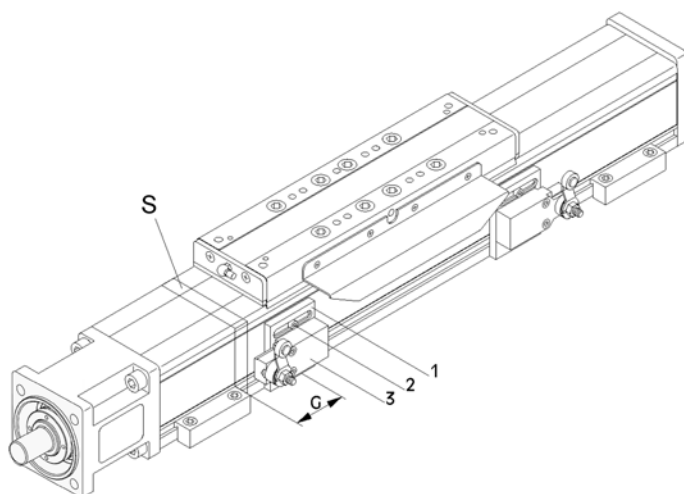

Fig. 7: Regolazione del finecorsa
1. **Fig. 7:** Allentare la vite di serraggio (2) della lastra di fissaggio (1).
2. Spostare la lastra di fissaggio con il finecorsa (3) nella posizione desiderata.